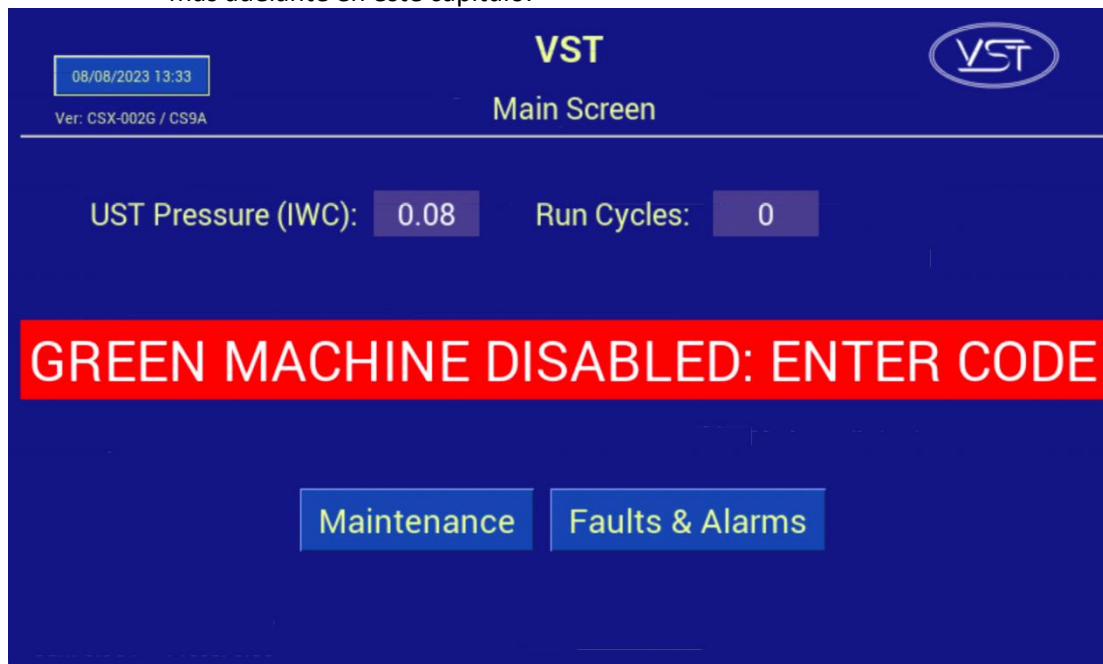

Figura 3-1: Pantalla principal con GREEN MACHINE DISABLED: ENTER CODE
- Después de la instalación y alimentación de energía del panel de control VST, **Figura 3-1** éste muestra la pantalla principal con la etiqueta **GREEN MACHINE DISABLED- ENTER CODE**, que se analizará más adelante en este capítulo.
4. Vea la **Figura 3-1**: Pantalla principal del panel de control de VST – GREEN MACHINE DISABLED: ENTER CODE.